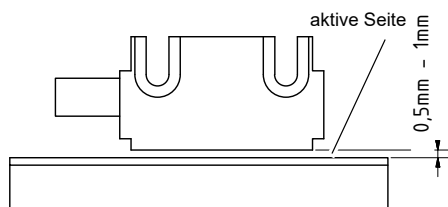
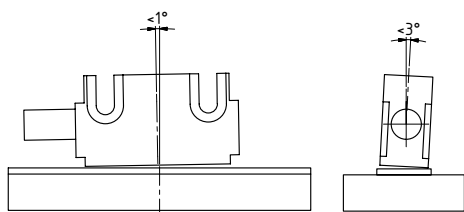
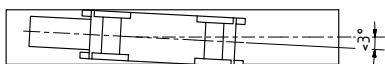

Abb.7-1: Abstand Sensor / Magnetband
Abb.7-2: Maximale Fluchtungsfehler
Abb.7-3: Ausrichtung des Sensors
Abstandsmaße zwischen Sensor und Magnetband sowie Winkeltoleranzen beachten, diese müssen über die gesamte Meßstrecke eingehalten werden! (☞ Abb.7-1: bis ☞ Abb.7-3:)
- Die Abstandstoleranz zwischen Sensor und Magnetband ist nicht mehr über die gesamte Meßstrecke eingehalten, der Sensor streift auf dem Magnetband (☞ Abb.7-1:).
- Der Magnetsensor ist mit der aktiven Seite vom Band abgewandert montiert (☞ Abb.7-3:).
- Der Magnetsensor ist nicht entsprechend ☞ Abb.7-1: und ☞ Abb.7-2: ausgerichtet.